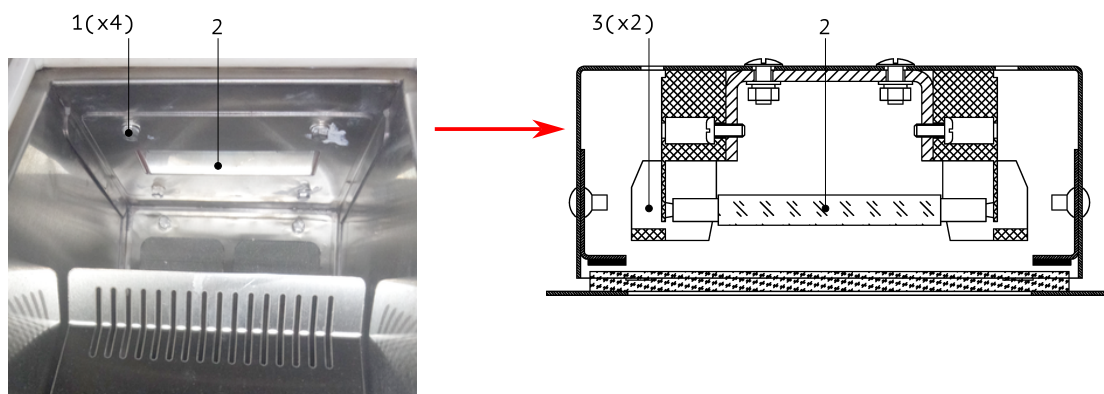

Рисунок 7
2. Откройте дверцу камеры. Плафон лампы находится в верхней части камеры, см. Рис. 7.
3. Открутите четыре болта (1), удерживающие крышку плафона (2), после чего извлеките крышку. Если крышка пристала и не извлекается, осторожно подденьте её отвёрткой.
4. Лампа (2) установлена в два подпружиненных разъёма (3). Возьмите за лампу, сдвиньте в сторону одного из разъёмов и вытащите конец лампы из противоположного разъёма, после чего выньте второй конец лампы.